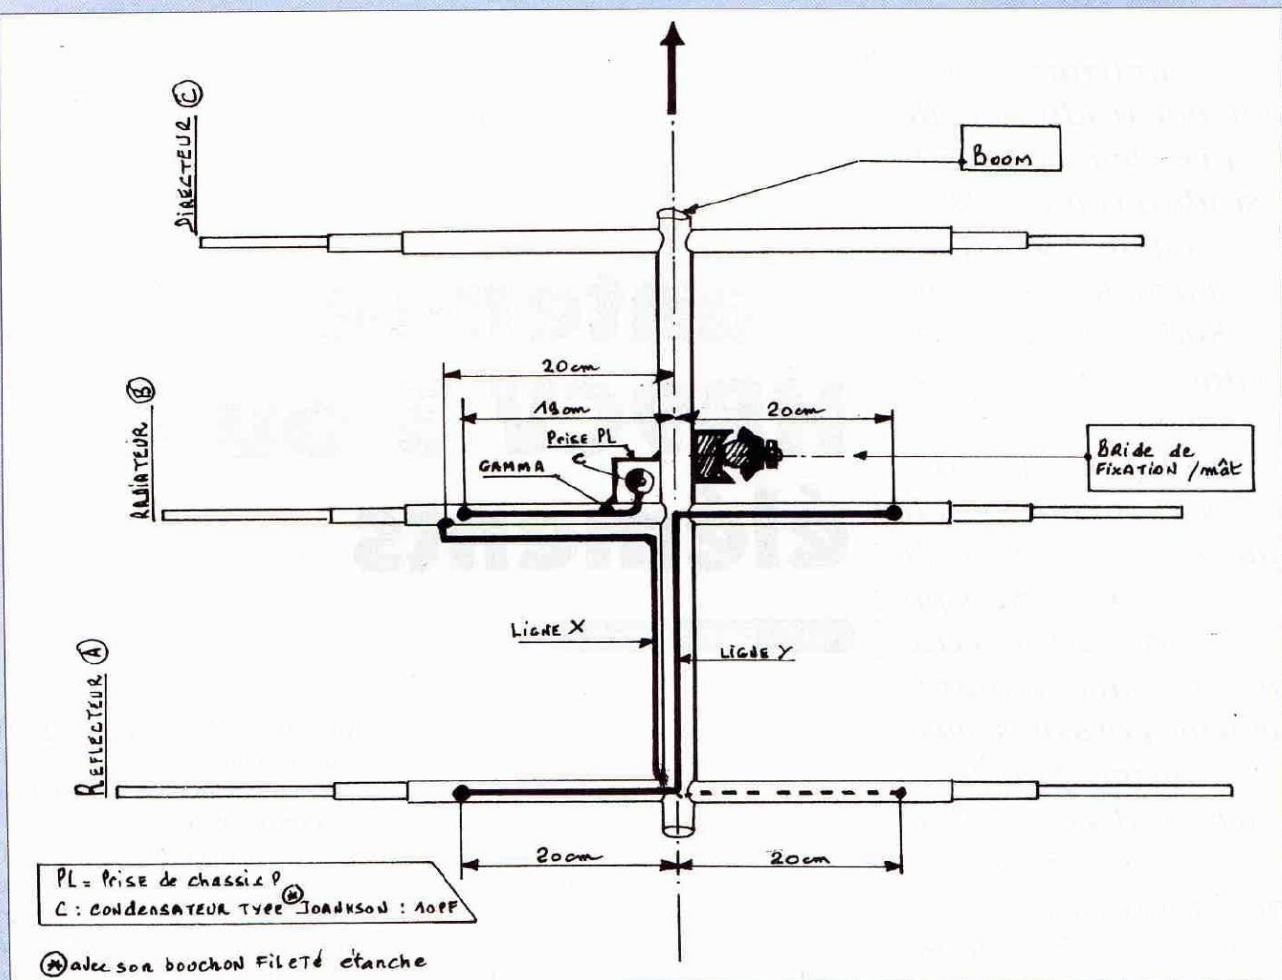

Figure 2
2) Positionner le directeur à  $\lambda/8$  du brin rayonnant (figure 1). Vous reporter aux figures 2, 3 et 4 où vous trouverez toutes les informations pour la construction.